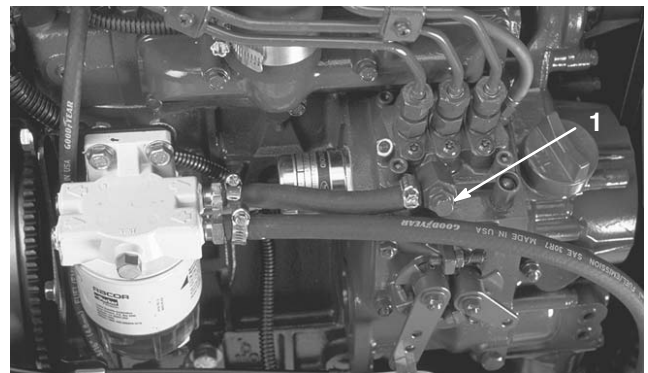

Figure 20
3. Desserrez la vis de purge sur la pompe d'injection (Fig. 20).